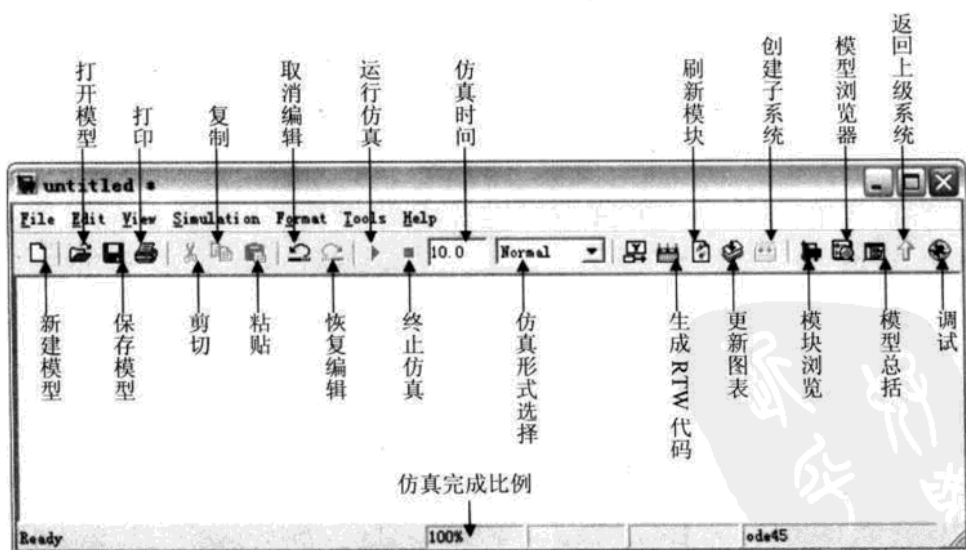

图 6.1 Simulink 工具栏功能说明图
- (1) 根据系统具体情况,建立数学仿真模型。
- (2) 打开一个空白模型编辑窗口,如图 6.1 所示。